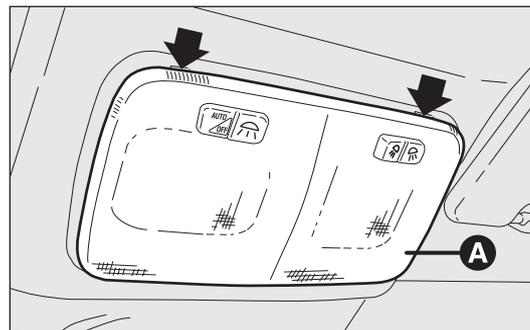
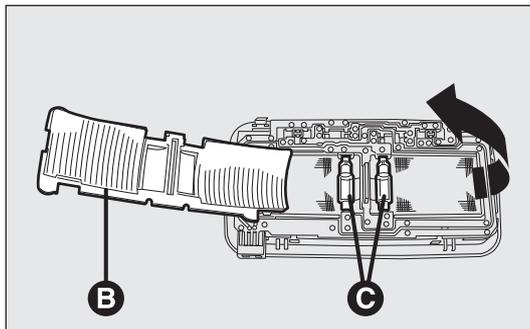

Abb. 205
Abb. 206
- auf die von den Pfeilen angegebenen Punkte einwirken, und die Innenleuchte A-Abb. 205 entfernen;
- ❑ die Schutzklappe B-Abb. 206 öffnen;
- ❑ die Glühlampen C-Abb. 206 aus den seitlichen Kontakten lösen, austauschen und sicherstellen, dass die neuen Lampen ordnungsgemäß zwischen den Kontakten fest sitzen;
- ❑ Die Klappe B-Abb. 206, wieder schließen und die Deckenleuchte A-Abb. 205 wieder in die Lampenfassung bauen. Immer prüfen, dass die Leuchte gut in der Fassung sitzt.